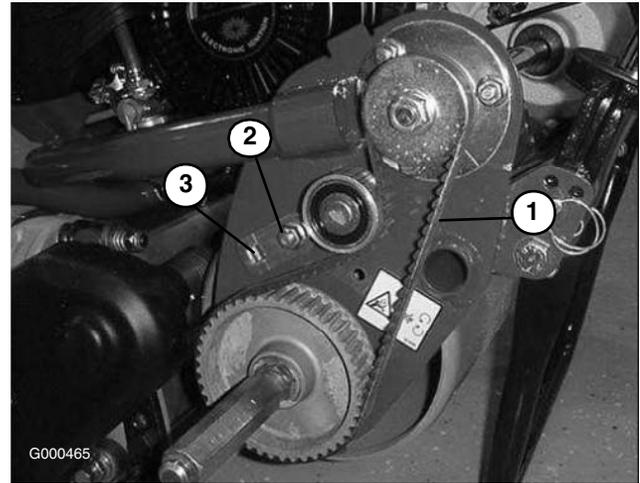

Bild 41
- B. Drehen Sie die Spannscheibenhalterung mit einem 3/8 Zoll Drehmomentschlüssel mit 4 bis 4,5 Nm an, um die Riemenspannung einzustellen (Bild 41) Ziehen Sie die Befestigungs-Kopfschraube der Spannscheibenhalterung an. Ziehen Sie den Riemen nicht zu stark an.